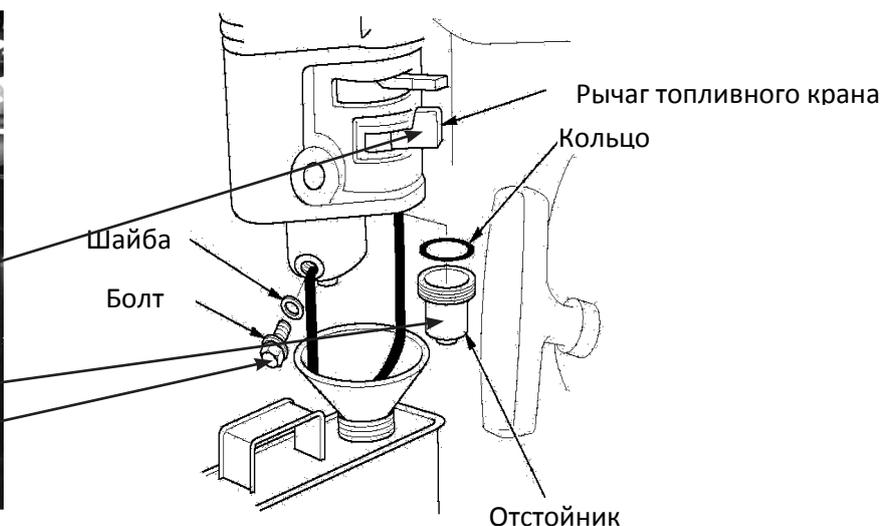

Рис.11
ОЧИСТКА ФИЛЬТРА-ОТСТОЙНИКА КАРБЮРАТОРА (Рис.11)
1. Установите топливный рычаг в положение Off (закрото) Рис.11.